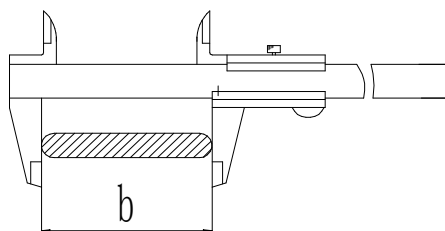

图 1 隔离开关触头测量示意图
- 1) 确定需要测量隔离开关触指压力的触头接触面的宽度 b （用游标卡尺测量，见图 1）；